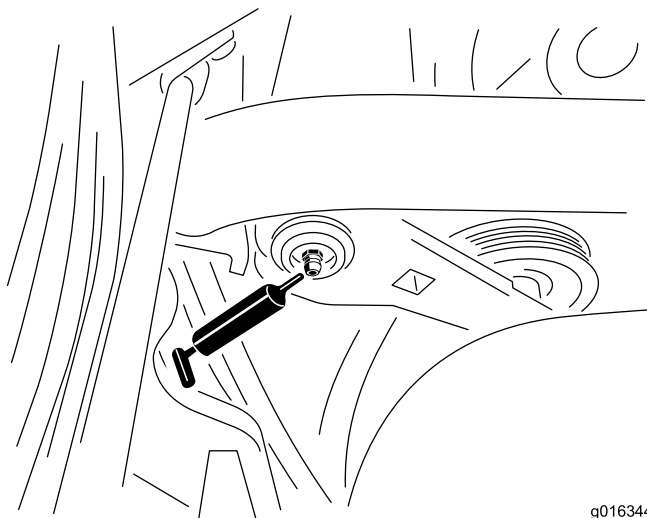

Рисунок 30
1. Тщательно протрите масленку, чтобы посторонние вещества не могли попасть в подшипник или втулку(Рисунок 30).